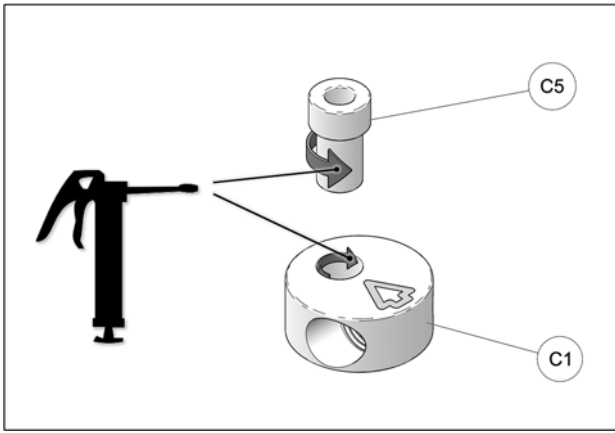

Fig. 20
10. Apply grease evenly all around step spacer bushing (C5) and in hole of aluminum disk (C1) when assembling these parts together. See Fig. 20
10. À l'assemblage, les bagues espacateurs (C5) doivent être graissées. Appliquer une couche de graisse uniforme sur toute la circonférence de la bague espacateur et dans le logement du disque en aluminium (C1). Voir la Fig. 20